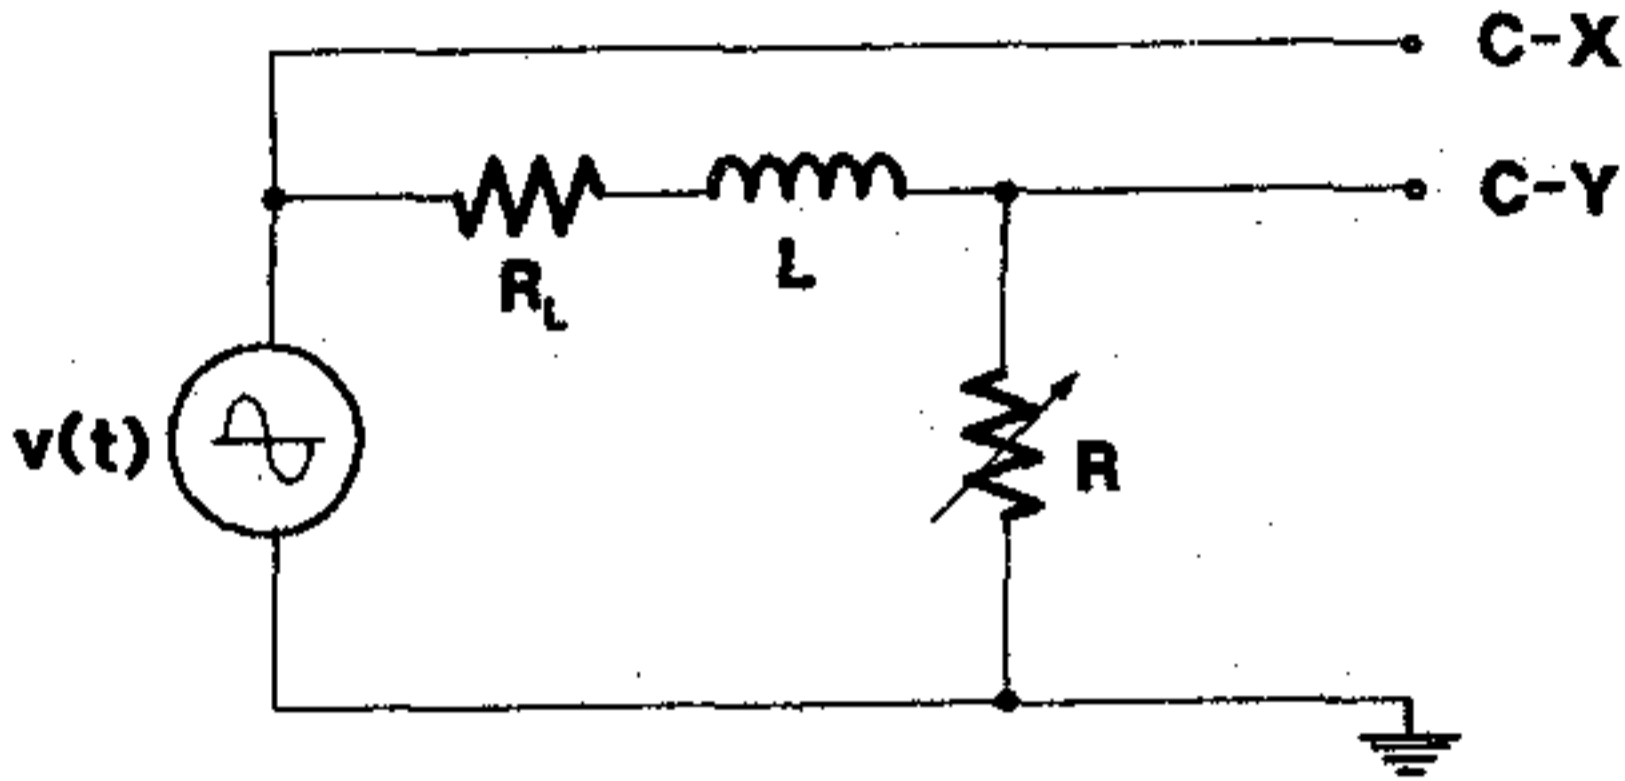

Figura 13
a) Alambre el circuito de la figura 13, con $L = 50 \text{ mH}$ y $R = 1 \text{ k}\Omega$.
- 1.- Exprese correctamente la señal $v(t)$ aplicada al circuito de la figura 13.
- 2.- ¿Qué parámetros cambian al variar el potenciómetro de la figura 13 ?